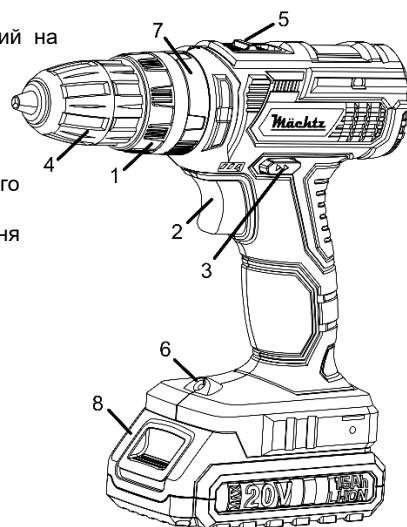

Рисунок 1
4.6.1 Для режиму закручування (викручування) кільце вибору режимів (7, рисунок 1) встановіть на значок «гвинт» та виберіть значення крутного моменту, сумістивши обране число на кільці регулятора крутного моменту (1, рисунок 1) зі стрілкою на корпусі.
4.6.2 При виконанні технологічної операції «свердління» кільце вибору режимів (7, рисунок 1) переведіть у положення зі значком «свердло».
4.6.3 При виконанні робіт по бурінню пористого бетону кільце вибору режимів (7, рисунок 1) переведіть у положення зі значком «молоток».